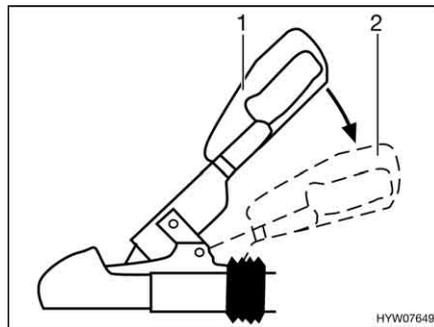

Bild 192 Stabilisierungsgriff
- Die Stabilisierungseinrichtung aktivieren. Dazu den Kupplungsgriff aus geschlossener Stellung (Bild 192,1) bis zum Anschlag nach unten drücken (Bild 192,2).